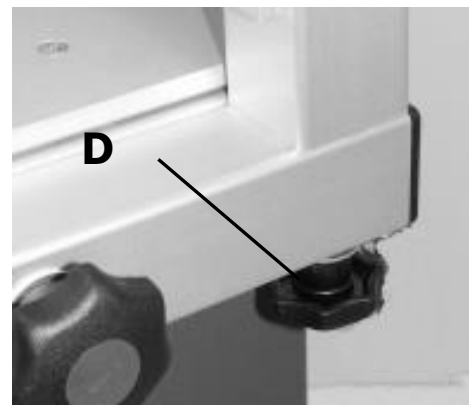

Bild 22
2. Anschlaglineal im hinteren Bereich bündig aufsetzen und mit der Klemmschraube (D) festschrauben (Bild 22)
2. Anschlaglineal lösen (Bild 22, Seite 28)
5. Anschlaglineal auf seitlicher Führung festschrauben (Bild 22, Seite 28)